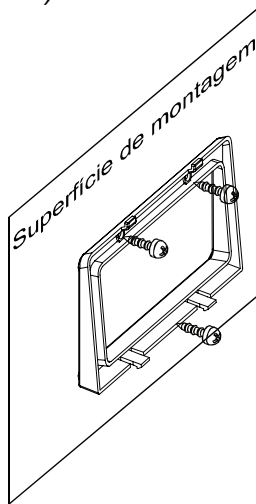

Figura 7b
2. Faça 3 furos na parede, coloque os 3 parafusos nas ranhuras do suporte e depois aperte os parafusos para o fixar (ver Figura 7b).